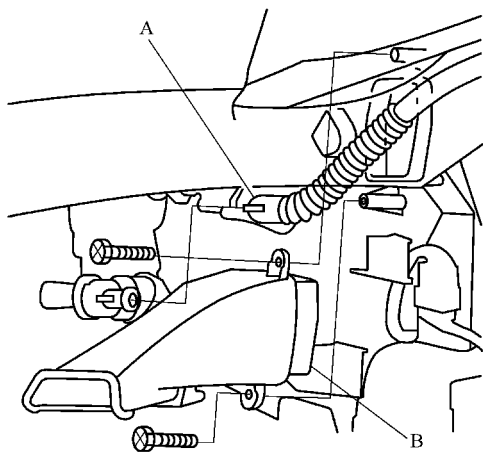

图 19-6 拆下空气软管和加热器管
- 2) 拆下自攻螺钉、空气软管 A 和驾驶人侧加热器管 B, 如图 19-6 所示。